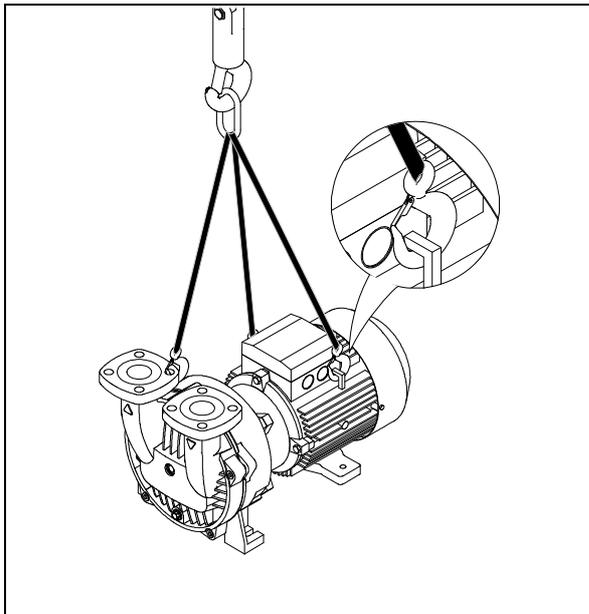

Fig. 4: Pontos de retenção do 2BV5 1..
- Os pontos de retenção são os ilhós de transporte do motor e um orifício na Tubo de pressão ou na Tubo de aspiração (Fig. 4, página 14).